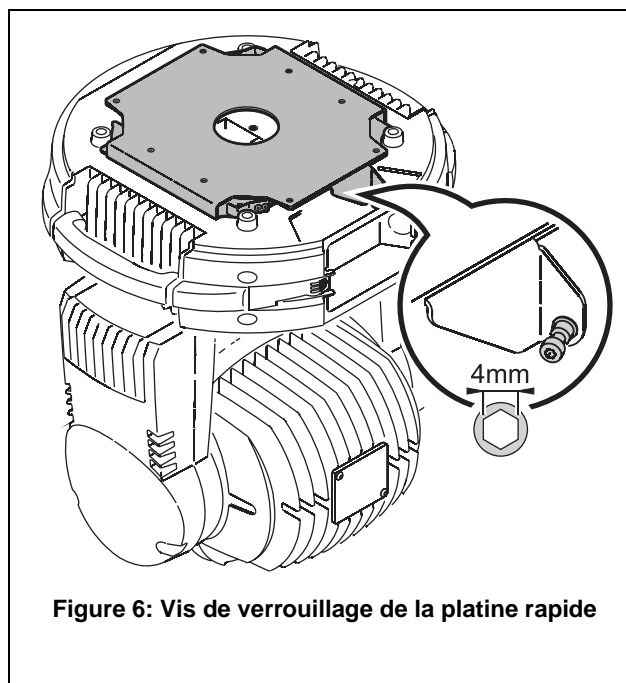

Figure 6: Vis de verrouillage de la platine rapide
6. Consultez la Figure 6. Serrez la vis de verrouillage du rabat **A** de la platine pour sécuriser le projecteur .